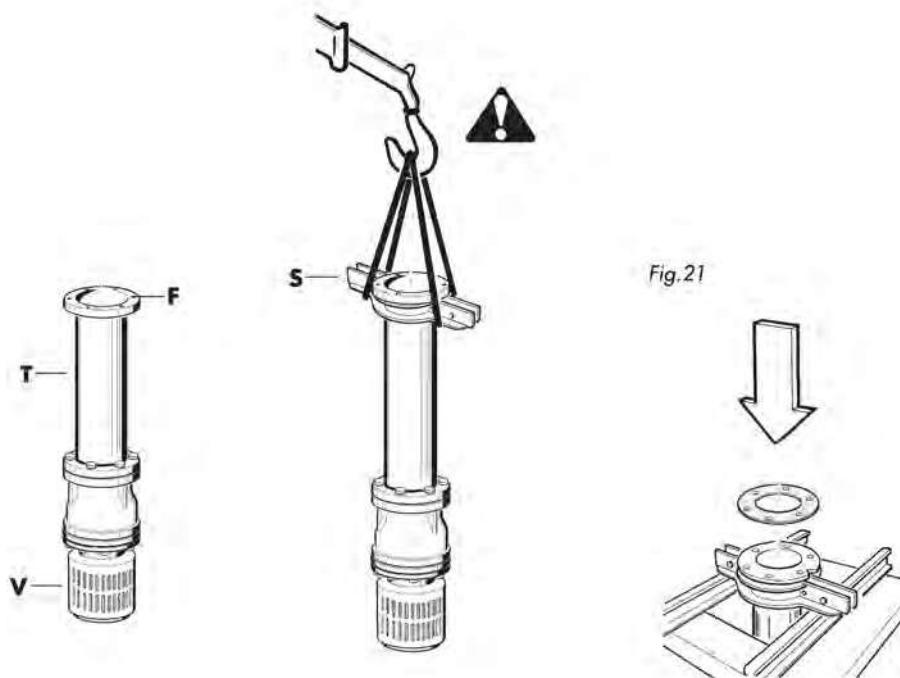

Fig.21
- Sollevare mediante idoneo mezzo di sollevamento (gru o altro) il tubo di aspirazione (T) completo di valvola di fondo (V) per mezzo di una staffa (S) agganciata sotto la flangia (F) del tubo (attrezzatura a carico del montatore). (Fig.21)